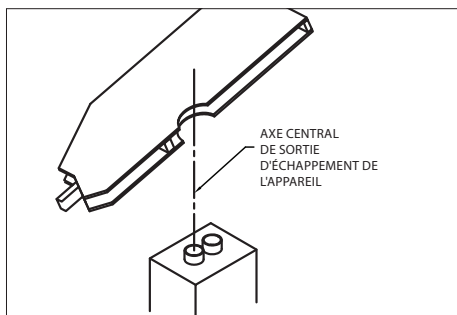

Figure 25
1. Localisez la pénétration dans le toit (Fig. 25). Mesurez le tracé prévu pour l'installation et assurez-vous de disposer de tous les composants nécessaires pour l'installation.